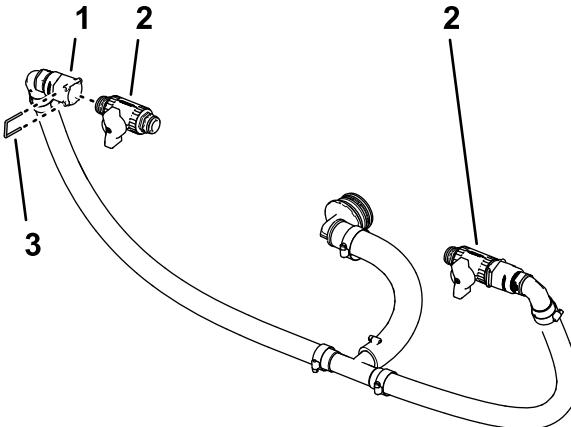

Рисунок 91
- Снимите 2 держателя с быстроразъемных штуцеров (Рисунок 91), установленных при выполнении действий, описанных в разделе **Сборка перепускных шлангов (страница 45)**.
- Установите отсечной клапан на гнездо быстроразъемного штуцера (Рисунок 91).